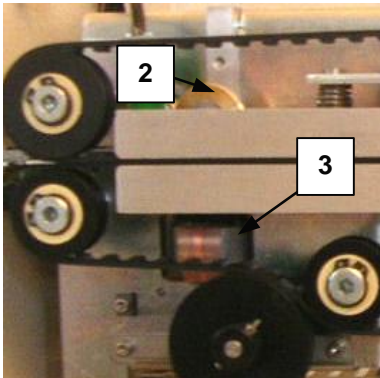
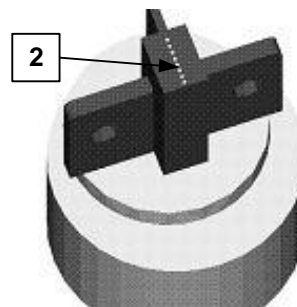

Bild 5.20
Bild 5.21
- Druckkopf (Nr. 1 - Bild 5.20)
Halten Sie die Druckdrahtzone (Nr. 2 – Bild 5.21) und die Oberfläche der Gegendruckwalze (Nr. 2 – Bild 5.21) sauber, um das Verteilen der restlichen Farbe zu vermeiden.
- Verwenden Sie eine Wattestäbchen mit Ethanol und reinigen Sie die Druckdrahtzone (Nr. 1 – Bild 5.21) und die Oberfläche der Gegendruckwalze (Nr. 2 – Bild 5.20).